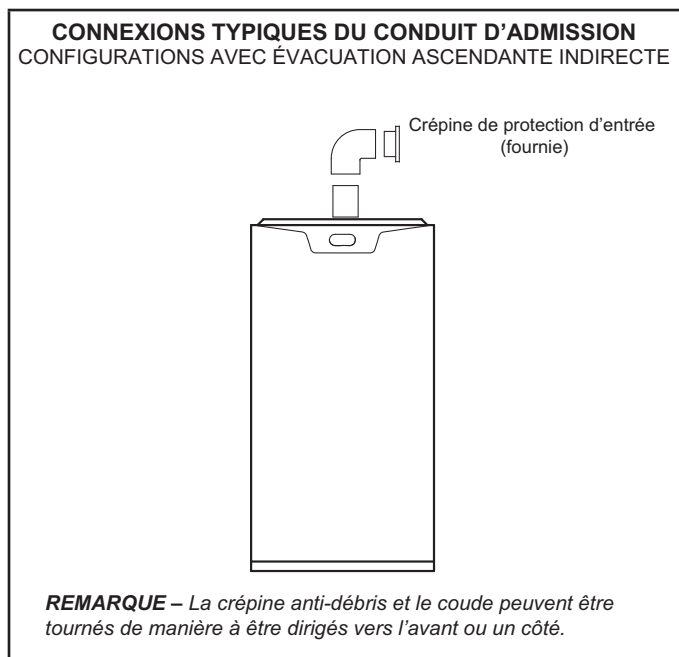
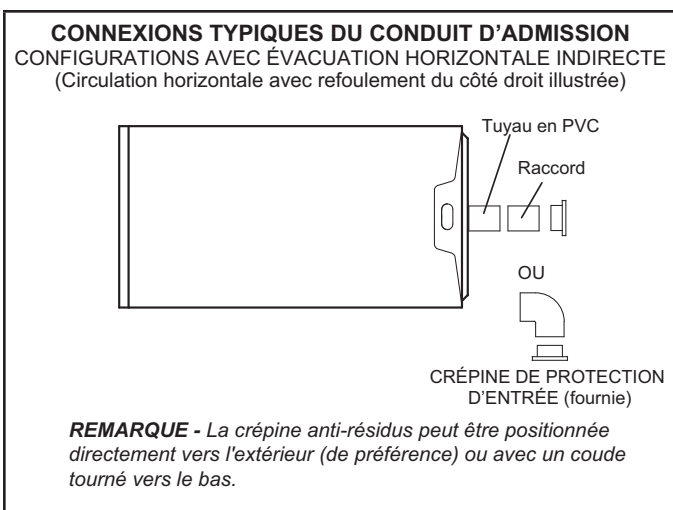

FIGURE 27
FIGURE 28
- 1 - Acheminer le conduit d'admission au moyen de pièces non fournies et de la crépine d'admission d'air fournie, comme illustré à la FIGURE 27 et FIGURE 28. Prévoir un dégagement minimal de 3 po (76 mm) autour de l'ouverture d'admission. L'ouverture d'admission d'air (avec l'écran de protection) doit toujours être orientée vers l'avant ou de l'un des côtés en position ascendante, et à l'horizontale ou vers le bas en position horizontale.